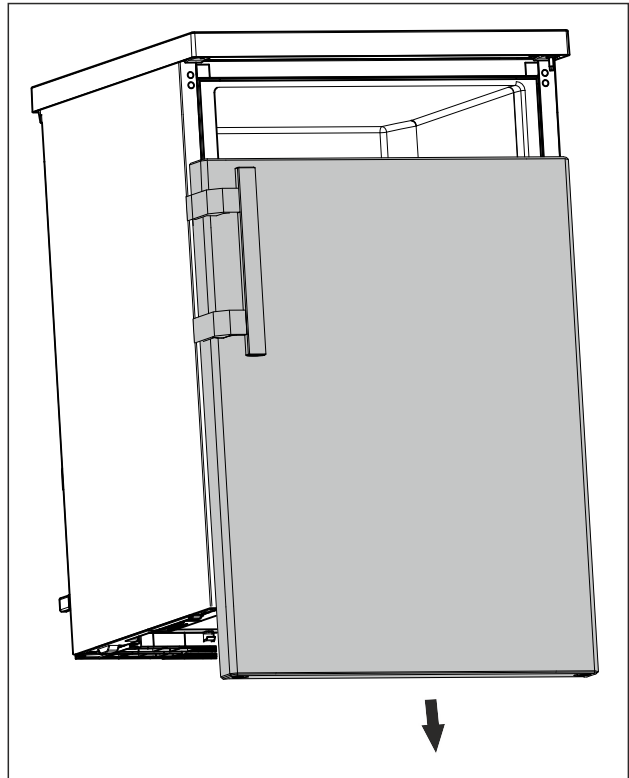

Fig. 14
- ▶ Vegye le lefelé az ajtót. (lásd Fig. 14)